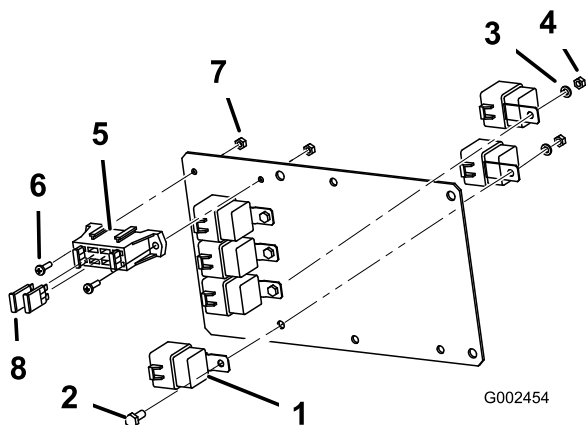

Figura 7
1. Fije 6 relés a la placa de montaje (Figura 7), usando 4 pernos (1/4 x 5/8 pulgada), 4 arandelas de freno, (1/4 pulgada), y 4 tuercas (1/4 pulgada). Pueden montarse cuatro relés en la parte delantera de la placa, y los otros dos deben montarse en la parte trasera de la misma. Los dos relés montados en la parte trasera de la placa compartirán las fijaciones con el relé montado en la parte delantera en los mismos taladros
2. Sujete el extremo del bloque de fusibles del arnés de cableado a la placa de montaje (Figura 7), usando 2 tornillos (N° 10) y 2 tuercas (N° 10).
4. Instale dos disyuntores térmicos (30 Amp) en las posiciones centrales abiertas del bloque de fusibles de la placa de montaje de la UCE (Figura 7).